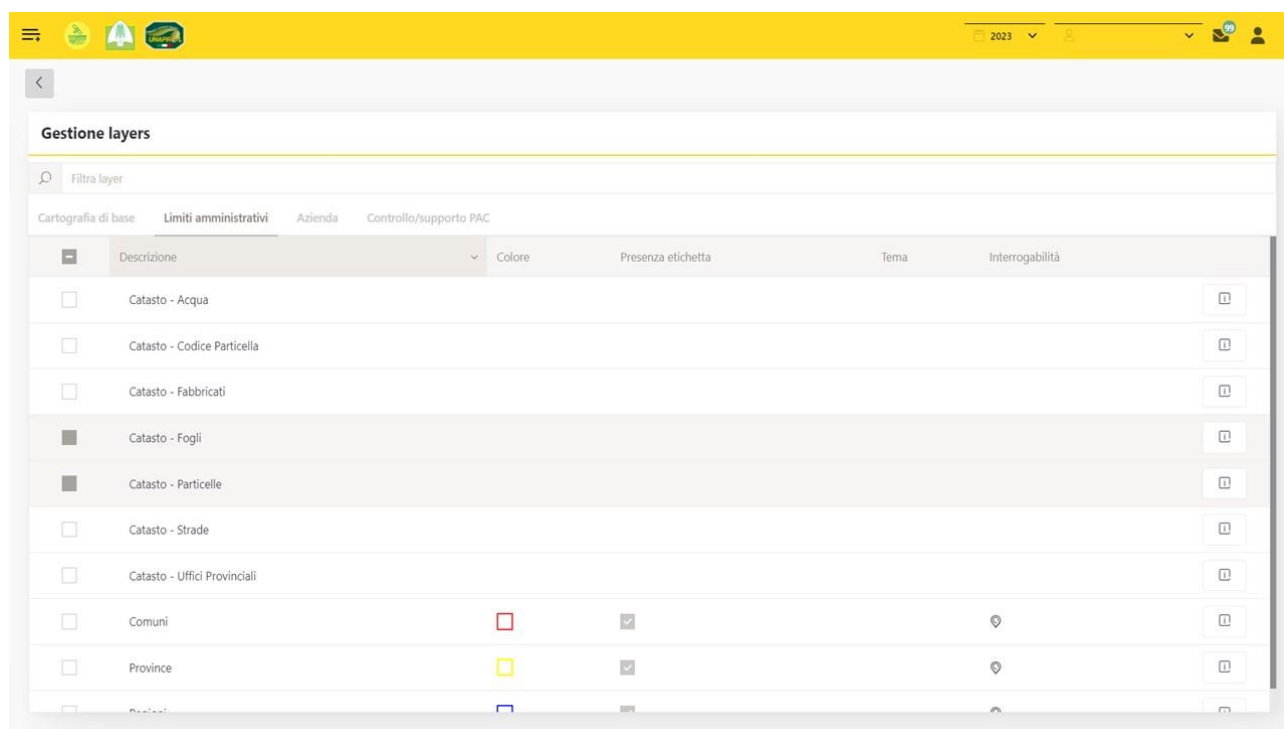

FIGURA 9 - AGGIUNTA LAYERS
- cliccare sulla freccia in alto a sinistra della schermata (*Indietro*) per ritornare al modulo (Figura 9).